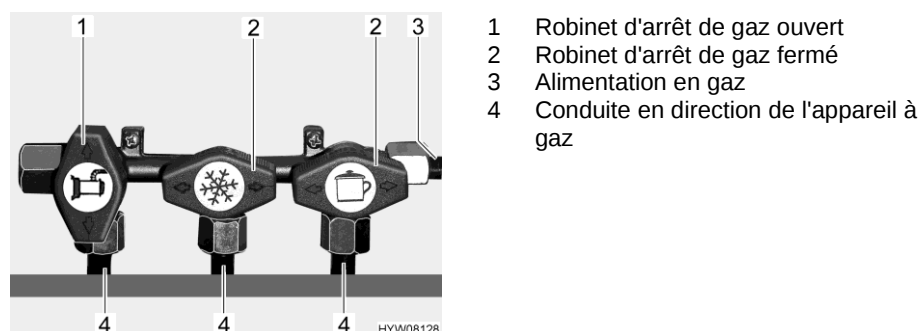

Fig. 115 Position des robinets d'arrêt de gaz (exemple)
- Placer le robinet d'arrêt de gaz de l'appareil à gaz concerné parallèlement (Fig. 115,1) à la conduite (Fig. 115,4) amenant à l'appareil.
- Placer le robinet d'arrêt de gaz de l'appareil à gaz concerné transversalement (Fig. 115,2) à la conduite (Fig. 115,4) amenant à l'appareil.